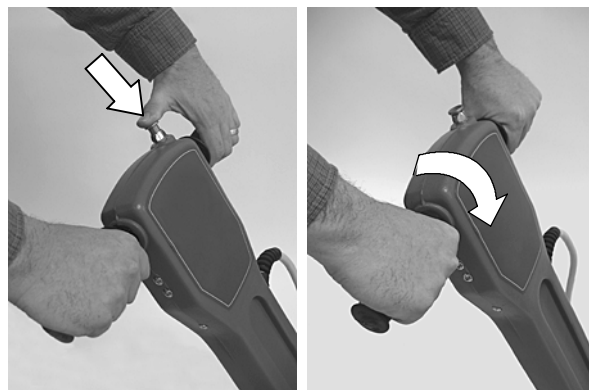

FIG. 5
3. Démarrez la machine en appuyant sur le bouton de verrouillage de sécurité et tournez vers l'avant les poignées. Une fois que la machine démarre, relâchez votre pouce du bouton de verrouillage de sécurité (Figure 5).